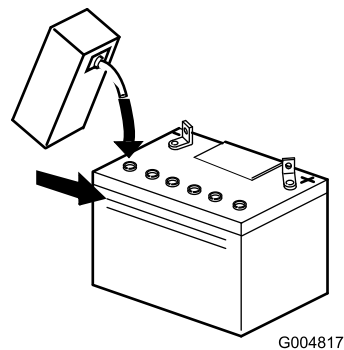

Bild 4
4. Hæld langsomt elektrolyt ned i de enkelte battericeller, indtil elektrolytstanden når den øverste streg på batterikassen (Bild 4).